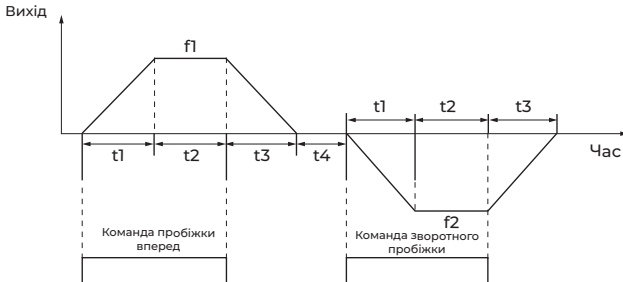

Рис. 1-3 Робота JOG функції
01.09–01.12 визначають відповідні параметри під час роботи JOG. Як показано на Рис. 1-3, t1 і t3-фактичний час прискорення та уповільнення JOG